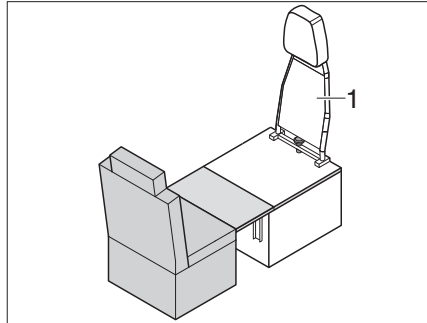

Fig. 227 Transformation conduite-mode couchage
- Démontez le dossier (Fig. 227,1) des sièges individuels (voir chapitre 7.17.9).